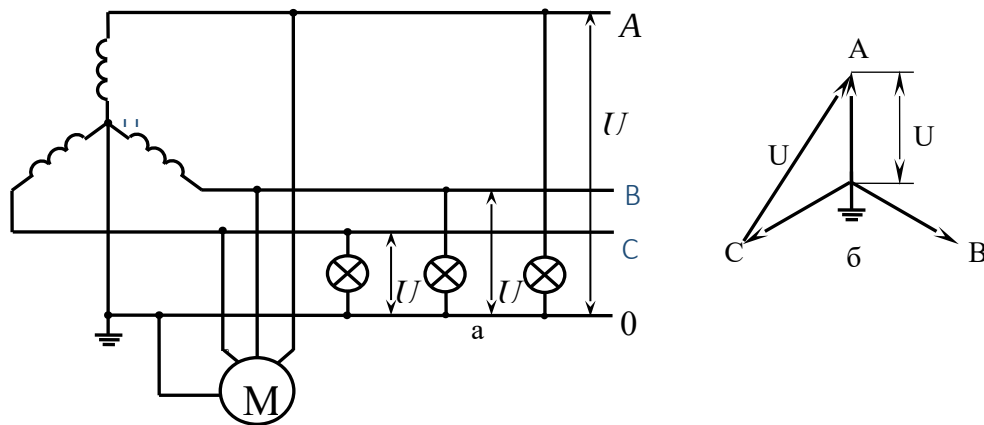

Рисунок 3. Схема четырехпроводной системы трехфазного переменного тока, нейтраль которой напрямую соединена с землей.
В большинстве случаев питание низковольтного оборудования осуществляется по четырехпроводным трехфазным системам. В этом случае четвертый провод, называемый нейтральным проводом, и нейтральная точка (N) трехфазной системы подключаются непосредственно к земле (рисунок 3).